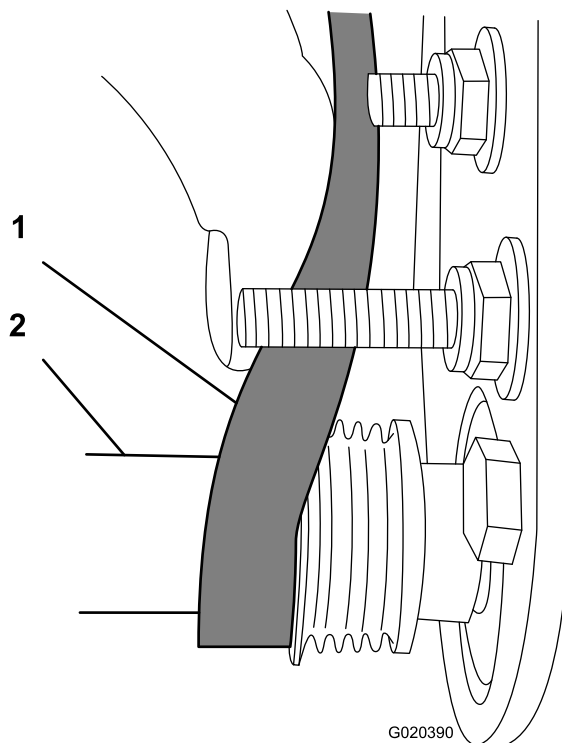

Figura 14
3. Utilice una llave de vaso profundo de 9/16" para girar el conjunto del cepillo y guiar la correa sobre la polea arrastrada (Figura 14).